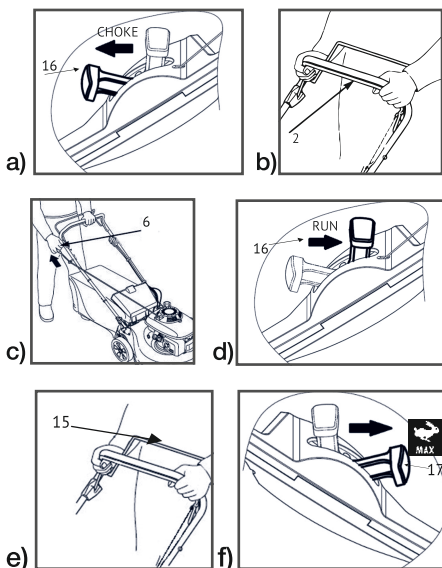

рис. 6
1. Установить ручку регулировки воздушной заслонки (16) в позицию **CHOKE/закрыто** (рис.6а) - для моделей L 5154S, L 5162RS и L 5362S.
Установить универсальную ручку управления (16) в положение **ОТ СЕБЯ** - (рис.6а) - для моделей L 4710S, L 5144S и **START** для L 5363SV.
2. Подтяните рычаг останковки двигателя (2) к верхней рукоятке(1) и удерживайте его рис.6б.
3. Подтяните ручку стартера (6) до момента, когда почувствуете сопротивление и резко потяните ее для запуска двигателя. Не бросайте ручку стартера (6) после запуска, а плавно отпустите ее. Если двигатель не запускается, повторите процедуру 2-3 раза (рис.6с).
4. Для моделей L 5154S, L 5162RS и L 5362S - установите ручку регулировки воздушной заслонки (16) в положение **RUN**. Для модели L 5363SV - универсальную ручку (16) в положение **RUN** (рис.6д). При низких температурах дайте поработать двигателю 30 секунд на малых оборотах, прежде чем увеличить их и начать движение.
5. Подтяните рычаг привода колес (15) к верхней рукоятке, газонокосилка начнет движение (рис.6е).
6. Для моделей L 5154S, L 5162RS и L 5362S - обороты двигателя можно регулировать с помощью ручки регулировки (17). Для достижения оптимального результата косения, рекомендуется косить на высоких оборотах двигателя.
7. Модель L 5363SV оборудована вариатором скорости, за счет чего скорость движения может меняться от 2,8 до 4,5 км/ч. Позиция 1 – самая медленная скорость, позиция 4 – самая быстрая. Скорость можно регулировать во время вождения. Для переключения скоростей: активируйте ручку регулировки скорости (17) на панели управления и установите одну из 4-х различных скоростей. Рис. 6а. При движении на одной из двух самых низких скоростей разница в темпе не будет существенно меняться.
рис. 6а